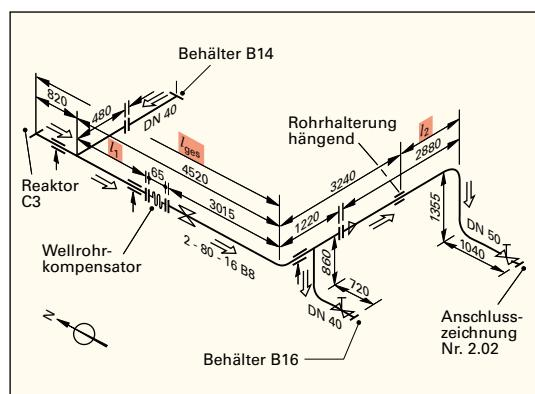

Bild 1: Maße in einer Rohrleitungszeichnung
4. Ermitteln Sie die Maße  $l_1$ ,  $l_2$ ,  $l_{\text{ges}}$  der Rohrleitung in **Bild 1**. Die Maße in der Zeichnung sind in mm angegeben.